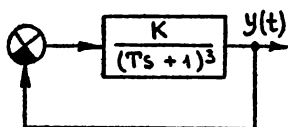

Рис.25
12. Соедините эти звенья последовательно и охватите их единичной отрицательной обратной связью, как показано на рис.25.
17. Измените знак обратной связи в схеме рис.25 и повторите эксперименты и расчеты пп.13 - 16.
18. Для системы, изображенной на рис.25, постройте корневой годограф при $0 \leq K < \infty$ для разных знаков обратной связи. Поясните способ определения $K_{кр}$ с помощью корневого годографа.